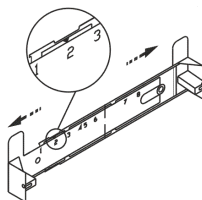

рис. 5
6.2 Крепление кронштейна к стене (рис. 5, 6):
- прежде чем прикрепить кронштейн к стене, необходимо выставить его на нужный размер рис. 5 (равный ширине верхней фальштрубы), для этого увеличьте размер кронштейна (если это необходимо), раздвинув его, и установите фиксатор напротив цифры 2 (см. рис. 5);